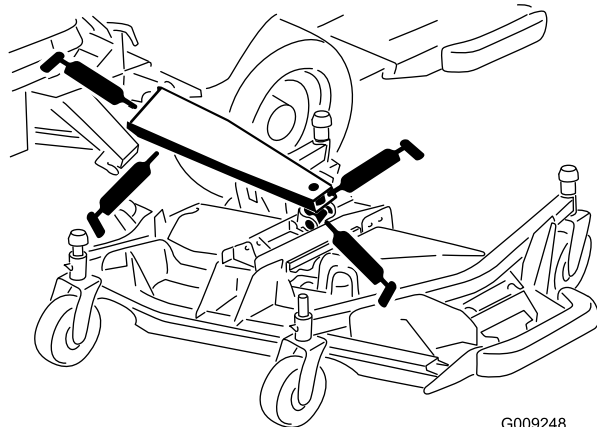

Рисунок 55
- Втулки главных подъемных рычагов (3 шт.) (Рисунок 55)
- Втулка подъемного цилиндра (1 шт.) (Рисунок 55).